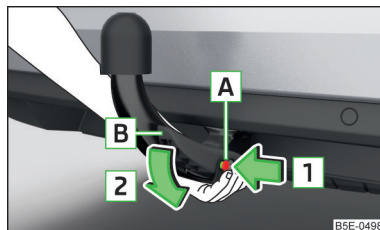

Fig. 176
- Afferrare la testa sferica dal basso » fig. 176.